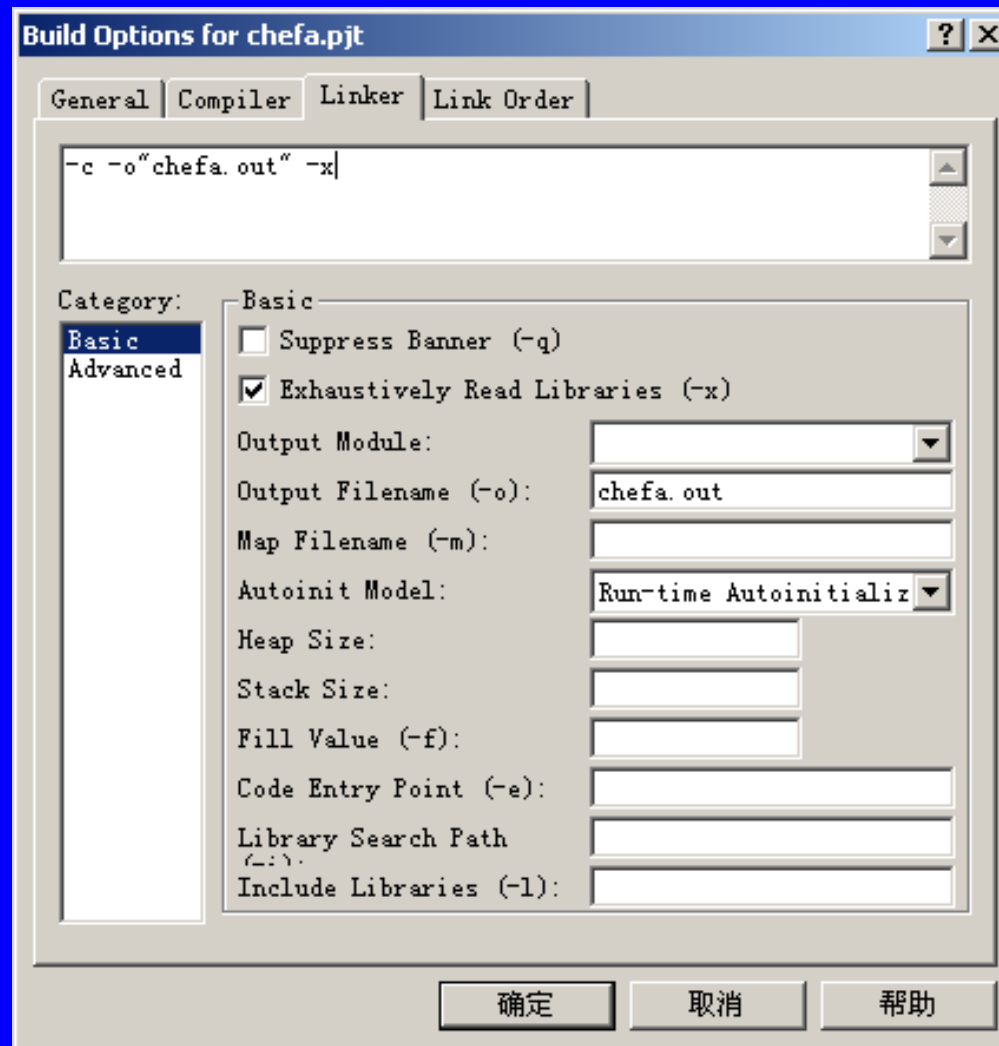

图4-14 生成选项窗口——链接器标签
- (1) 根据链接命令文件（**.cmd**文件）将一个或多个**COFF**目文件链接起来，生成存储器映象文件（**.map**）和可执行的输出文件（**.out**文件）。
- (2) 将段定位于实际系统的存储器中，给段、符号指定实际地址。
- (3) 解决输入文件之间未定义的外部符号引用（如图4-14、表4-10所示）。